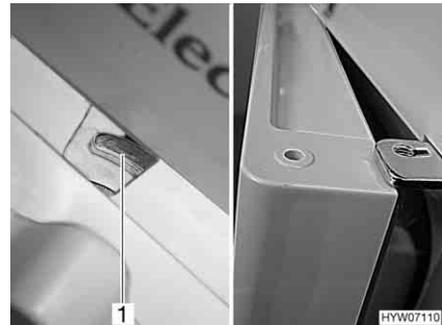

Bild 154 Kühlschranktür/Frosterfachtür in Lüftungsstellung (Dometic 7er-Reihe mit separatem Frosterfach)
- Verriegelung ganz nach rechts schieben. Die Kühlschranktür/Frosterfachtür ist mit Hilfe der Türarretierung (Bild 154,1) fixiert. Die Kühlschranktür/Frosterfachtür bleibt damit leicht geöffnet (Bild 154).